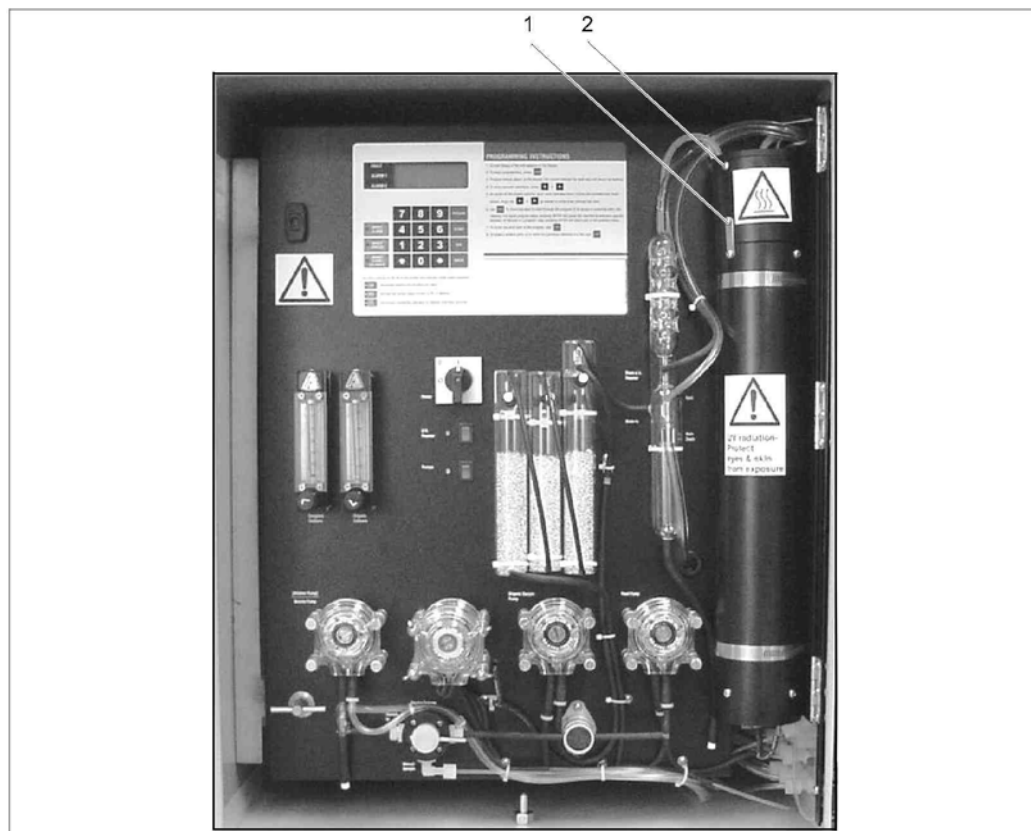

Рис. 5: УФ-реактор
2. Снимите верхний винт Phillips на шине заземления реактора (поз. 1, Рис. 5).
3. Снимите винт Phillips над шиной заземления (поз. 2, Рис. 5).